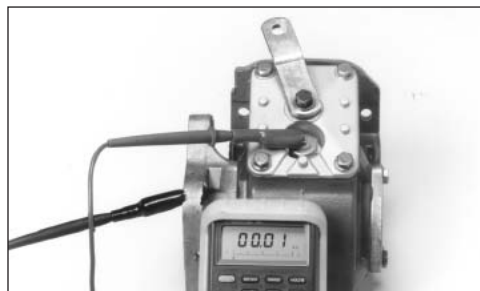

Fig. 24
3. Ative o dispositivo de mudança e o medidor ou luz* deverá ser ativado(a) quando a engrenagem da TDF estiver engrenada (Fig. 24).